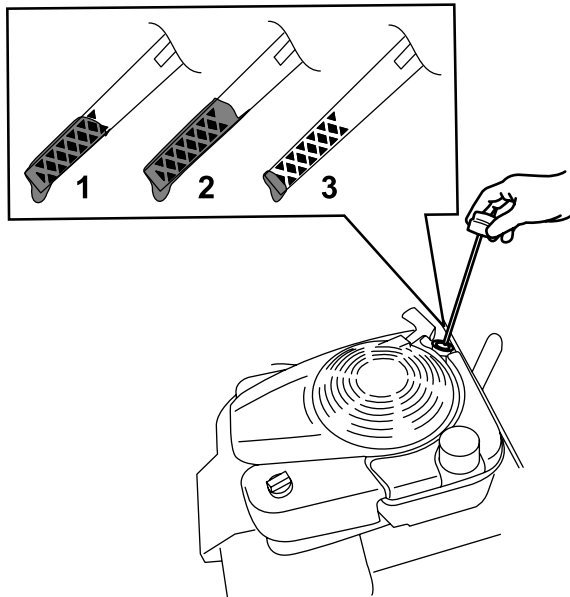

Figure 13
2. Tournez le bouchon dans le sens antihoraire et sortez la jauge (Figure 13).
5. Vérifiez le niveau d'huile indiqué par la jauge (Figure 13).
- **Figure 13** Si le niveau n'atteint pas le repère minimum sur la jauge, versez lentement une petite quantité d'huile détergente SAE 30 or SAE 10W-30 dans le tube de remplissage, attendez 3 minutes puis répétez les opérations 3 à 5 jusqu'à atteindre le niveau d'huile correct. Pour savoir quel type d'huile utiliser, voir Vidange de l'huile moteur \(page 21\).
- Si le niveau d'huile est trop élevé (**Figure 13**), vidangez l'excédent d'huile jusqu'à obtention du niveau d'huile correct sur la jauge; voir Vidange de l'huile moteur \(page 21\).